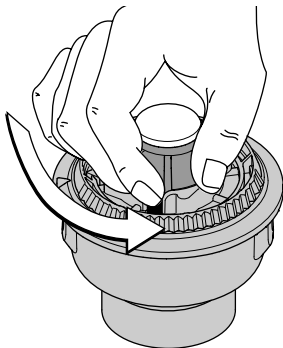

Fig. 23
Si le SpeedSpoolMD ne déroule pas le fil correctement, tirez fermement les extrémités du fil loin de la bobine (Fig. 23). Si cela ne suffit pas, suivez les instructions de *Nettoyage du SpeedSpoolMD*.
1. Tenez la bobine extérieure et dévissez le bouton de butée à gauche (Fig. 23).